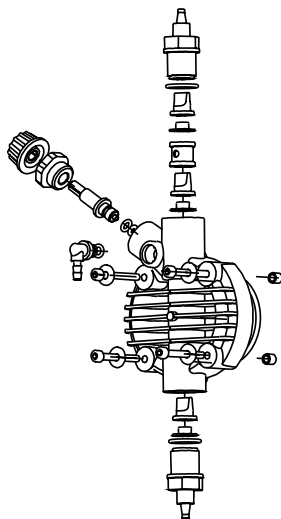

Fig. 10
Pour effectuer cette opération, si l'appareil n'est pas fixé à l'installation, le faire pulser la pompe pendant quelques secondes (15/30) en la tenant la tête en bas et sans les tubes reliés aux raccords, si ce n'est pas possible, démonter et remonter la tête de la pompe (fig. 10), par les quatre vis de fixation.
Etant donné la robustesse du système, de véritables pannes mécaniques ne se produisent pas. Parfois il peut se produire des fuites de liquide au niveau d'un raccord du fait d'un écrou fixation du tube desserré ou plus simplement à cause de la rupture du tube de refoulement. Il est rare que d'éventuelles fuites puissent se produire par la rupture de la membrane ou par l'usure du joint torique de la membrane. Dans ce cas, ces éléments doivent être remplacés en démontant les quatre vis de la tête de la pompe (fig. 10). En les remontant, les serrer de manière uniforme sans omettre de replacer les joints de vis. Une fois la fuite éliminée, nettoyer la pompe doseuse d'éventuels résidus de réactif qui, s'ils stagnaient, pourraient provoquer une détérioration du boîtier de la pompe.
❶ LA POMPE DOSEUSES DONNE DES IMPULSIONS MAIS N'INJECTE PAS LE REACTIF DANS L'INSTALLATION
- Démonter les clapets d'aspiration et refoulement, les nettoyer et les remonter dans la même position (fig. 10). Dans le cas où l'on remarquerait un gonflement du clapet, vérifier la compatibilité chimique du réactif avec le matériau du clapet (Viton® en standard ; sur demande silicone, EPDM et nitrile, clapet à bille verre ou inox, clapet K).